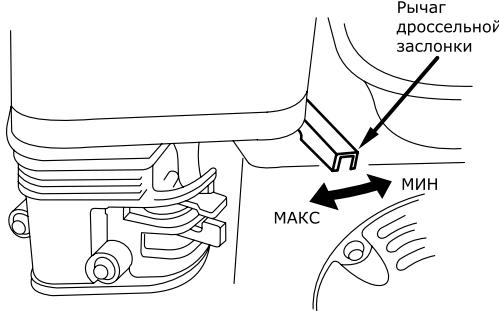

Рис. 14
- Поставьте рычаг дроссельной заслонки на 1/3 хода в сторону положения «МАКС» (рис. 14).
- По мере прогрева двигателя постепенно передвигайте рычаг воздушной заслонки в положение «Открыто». Число оборотов двигателя и соответственно производительность двигателя регулируется изменением положения рычага дроссельной заслонки (рис. 14).